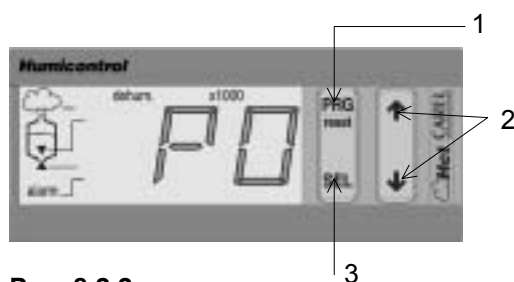

Рис. 8.2.2
1. Нажмите и удерживайте кнопку PRG в течение 5 сек до появления кода P0, соответствующий коду первого параметра (см. рис. 8.2.2);